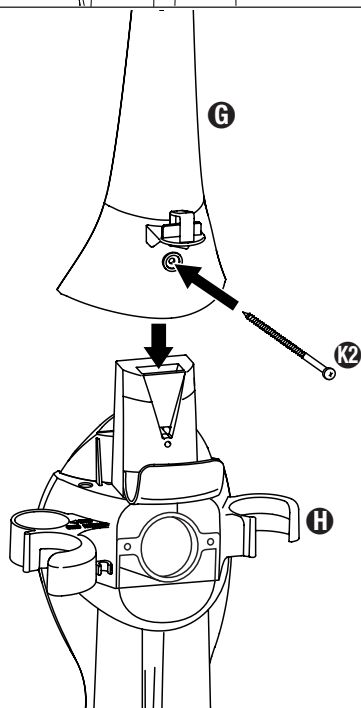

FIG. 3
Step 3: (FIG. 3) Attach the handle ⑥ to top of tool caddy ④ by sliding it downward and then securing with a long screw ⑫.
Étape 3 : (FIG. 3) Fixez le manche ❻ à la partie supérieure du porte-accessoires ❹ en le glissant vers le bas. Vissez avec une longue vis ❸.
Paso 3: (FIG. 3) Instale la manija ❻ en la parte superior del portaaccesorios ❹ deslizándola hacia abajo y luego fijela usando un tornillo largo ❸.